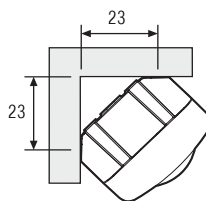
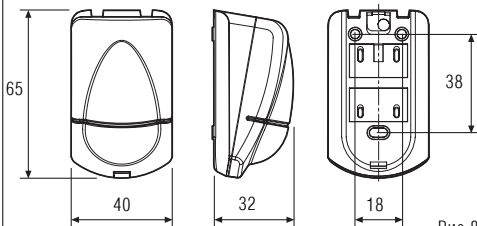

Рис. 3
Рис. 8
- выбрать одно из двух положений установки: на стене или в углу (рис.3);
- произвести на стене разметку под крепеж (рис.8 или рис.3);